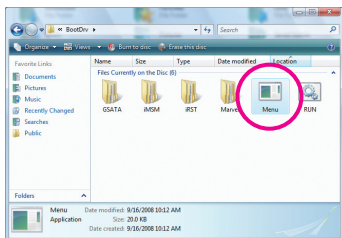
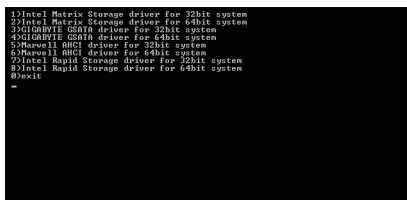

図 2
図 3
- 2: 光学ドライブフォルダから、**BootDrv**フォルダの **Menu.exe** ファイルをダブルクリックします (図 2)。図 3 のようなコマンドプロンプトウィンドウが開きます。
- 3: 空のフォーマット済みディスクを挿入します。メニューから対応する文字を押すことでコントローラドライバを選択し、<Enter>を押します。例えば、図3でメニューから: